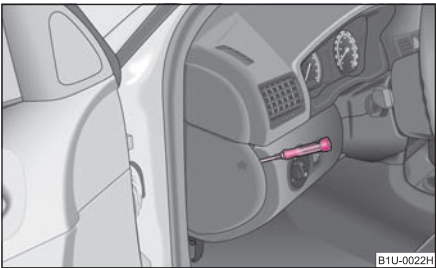

Fig. 169 Cubierta de fusibles: lado izquierdo del cuadro de instrumentos
- Retire la tapa de los fusibles en el lado del cuadro de instrumentos con ayuda de un destornillador ⇒ fig. 169, o la tapa de los fusibles en el vano motor ⇒ página 189.